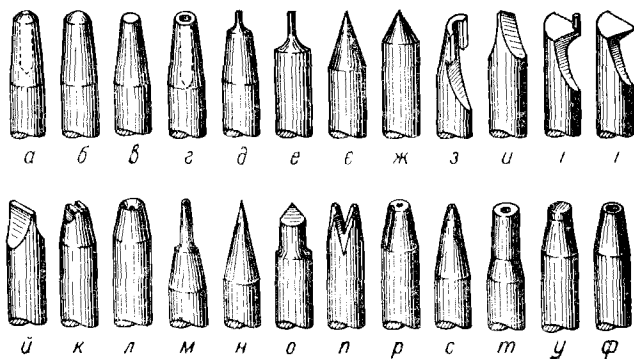

Рис. 5. Пуансони:
**Пуансо́ни.** Пуансо́ни в практиці годинникаря-ремонтника дуже потрібний і часто застосовуваний інструмент. На рис. 5 показані пуансо́ни різноманітного призначення. Їх виготовляють завдовжки 50—60 мм, з сталюго дроту діаметром 3—5 мм. Комплект пуансонів для різних робіт звичайно складається з 25—100 шт.